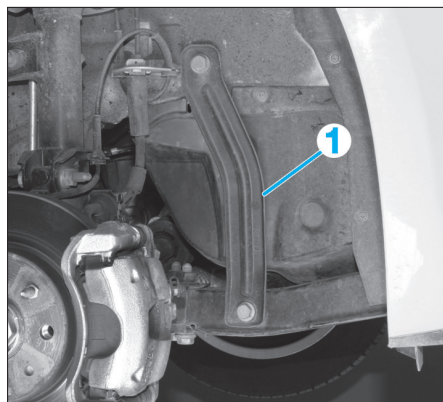

Fig. 1
- Déposer le tirant (1) (Fig.1).